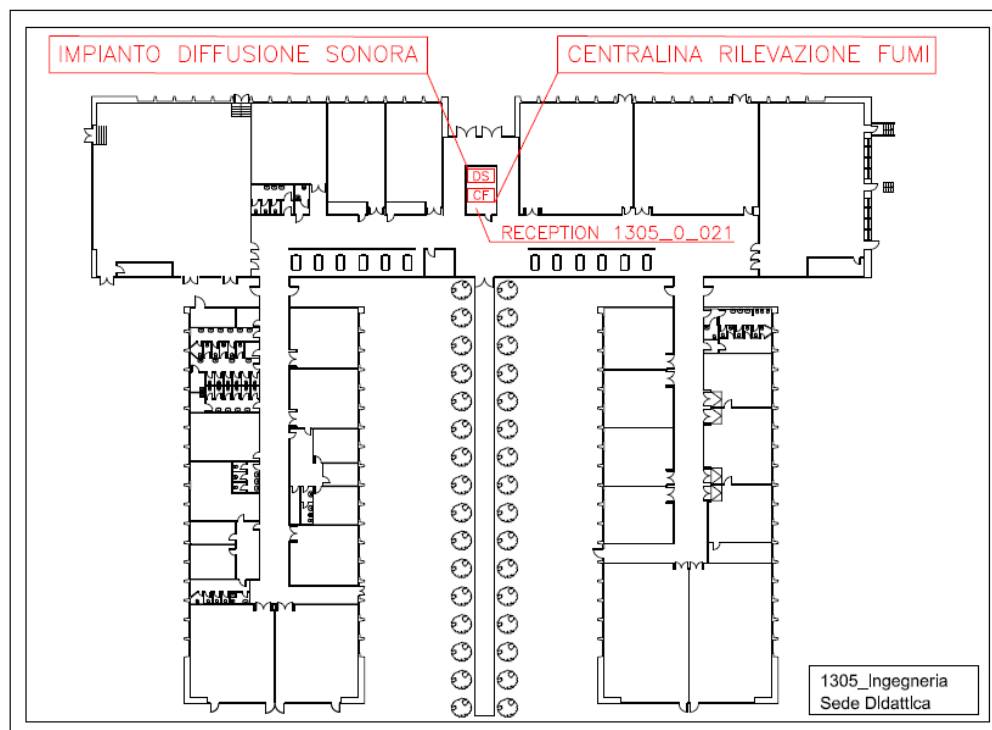

Figura 1 - Impianti gestione emergenze.
La struttura è dotata di un sistema di allarme automatico per la rilevazione e segnalazione di incendi. L'impianto è costituito da una centrale di comando ubicata nel locale tecnico (locale 1305\_0\_021, vedi p.to 3.3 – Figura 1), da rilevatori di fumo (nei locali previsti dalla norma), da pulsanti manuali e da targhe ottico/acustiche lungo i corridoi.
Per la gestione dell'evacuazione dell'edificio è presente un impianto sonoro di altoparlanti che emette il suono di una sirena comandato da una centralina posta all'interno della Reception (locale 1305\_0\_021, vedi p.to 3.3 – Figura 1), azionabile manualmente da una chiave.
- ordina l'evacuazione dell'edificio (**suono della sirena**) attivando la chiave della centralina posta nella reception (vedi p.to 3.3 – Figura 1);
- effettua la chiamata ai **Vigili del Fuoco (115)**;
- se necessario effettua la chiamata **all'autoambulanza (118)**;
All'attivazione della centrale di comando il personale del Centro Operativo verifica la causa che ha dato origine all'allarme controllando nella centrale di comando stessa la zona in emergenza (vedi p.to 3.3 – Figura 1).
- **ordina l'evacuazione dell'Edificio (suono della sirena)** attivando la chiave della centralina posta nella reception (vedi p.to 3.3 – Figura 1);